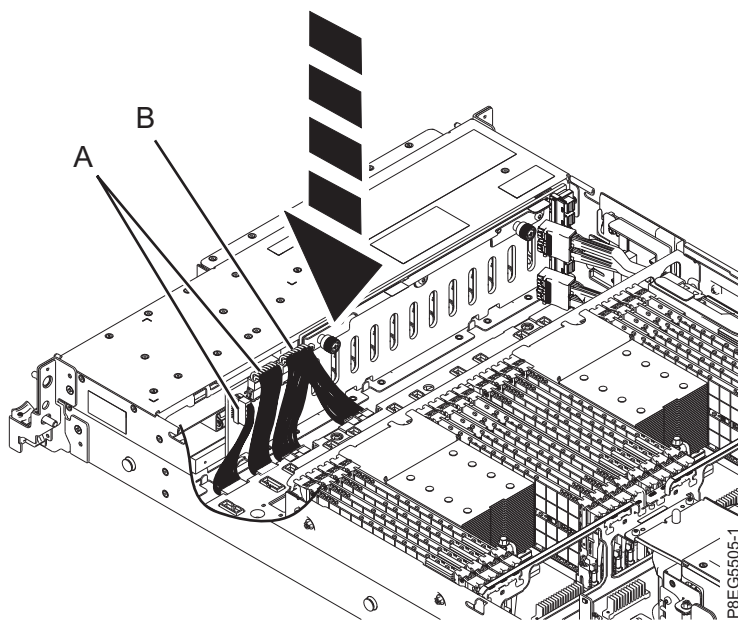

Figura 7. Reconnectando os cabos de sinal, do painel de controle e de energia
5. Reconecte os cabos de sinal e do painel de controle (A) e o cabo de energia em Y (B) ao painel traseiro da unidade de disco conforme mostrado na Figura 7.